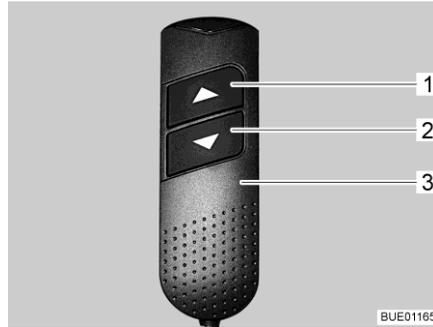

Bild 114 Handbedienteil
- Am Handbedienteil (Bild 114,3) Taste "▼" (Bild 114,2) drücken und gedrückt halten. Das Fußteil wird eingezogen. Die Kopfteile werden angehoben.
- Am Handbedienteil (Bild 114,3) die Taste "▲" (Bild 114,1) drücken und gedrückt halten. Das Fußteil wird ausgefahren. Die Kopfteile werden abgesenkt.
- Am Handbedienteil (Bild 114,3) die Tasten "▼" (Bild 114,2) bzw. "▲" (Bild 114,1) so lange drücken, bis die gewünschte Position erreicht ist. Die Kopfteile bleiben in der gewünschten Position.